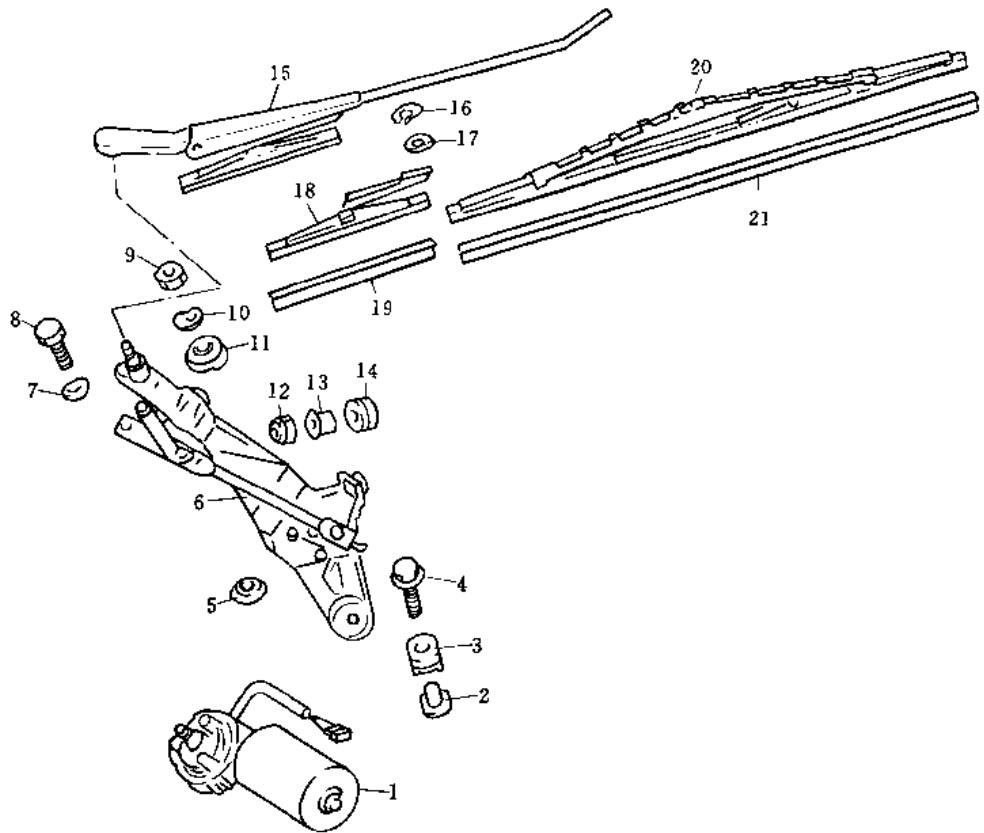

图 5-3-1
- (1) 从蓄电池负极接线柱拆开电缆。
- (2) 拆下雨刮臂。
- (3) 按图5-3-1所示，撬开雨刮臂轴顶端上的密封罩(11)。
- (4) 推出两个卡环；
- (5) 提起为了解除空气进口罩前部分的橡胶密封件。
- (6) 提起两侧的橡胶密封件，然后拆下空气进口罩与防火墙的固定螺钉。
- (7) 从气压室拆下空气进口罩。
- (8) 拆下电机与联动机总成与防火墙的后面的三个螺栓和前面的一个固定螺栓。
- (9) 拆下中央电脑上的盖板，然后拆下两个固定螺母和两个面定螺栓。
- (10) 提起中央电脑，然后拆开雨刮电机的导线连接器。
- (11) 从固定位置撤出电机与联动机构总成。
- (12) 按拆卸的相反顺序进行安装。